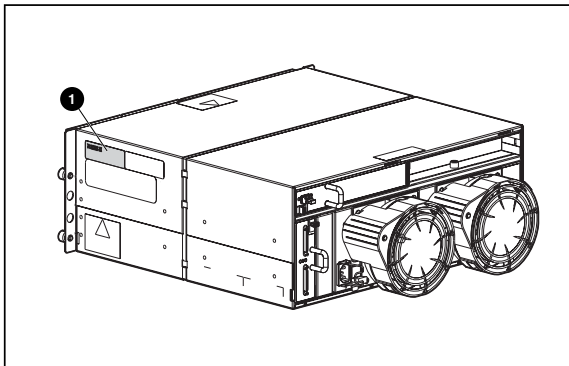

Figure 12 : Emplacement de l'étiquette du numéro de série du châssis de remplacement
1. Une fois l'opération terminée, inscrivez le numéro de série figurant sur le châssis original sur l'étiquette du châssis de remplacement ❶, située dans la zone illustrée par la Figure 12.